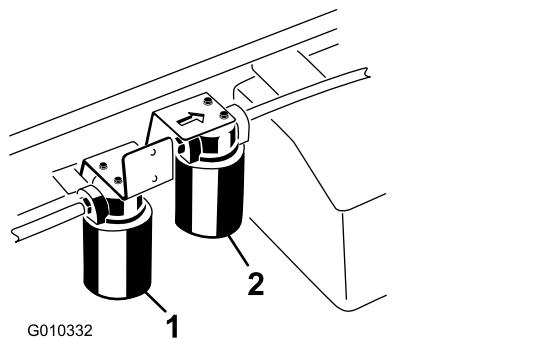

図 73
3. フィルタの下に廃油受けを置いてフィルタを外す図 73。
- ハイフローフィルタを取り付いている周辺をウェスできれいにぬぐう図 73。